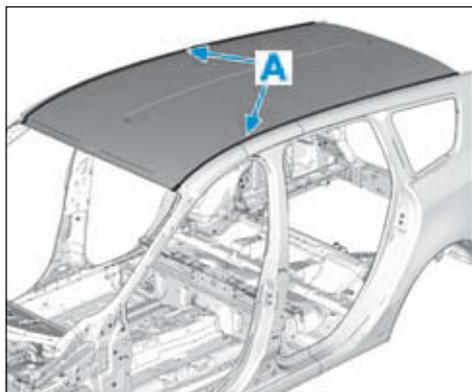

FIG.89
Le remplacement de cette pièce s'effectue d'une seule façon, il est nécessaire de fraiser les soudures de pavillon (A) (Fig.89).